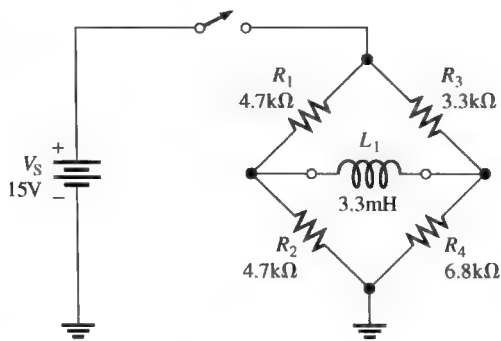

图 11-46
22. 求图 11-46 中电路的时间常数。
25. (a) 图 11-46 中开关闭合 $1.0\mu\text{s}$ 时电感中的电流是多少？
26. 对于图 11-46 所示的电路，假设开关闭合 5τ 时间以上再断开，试问开关断开 $1.0\mu\text{s}$ 时电感的电流是多少？